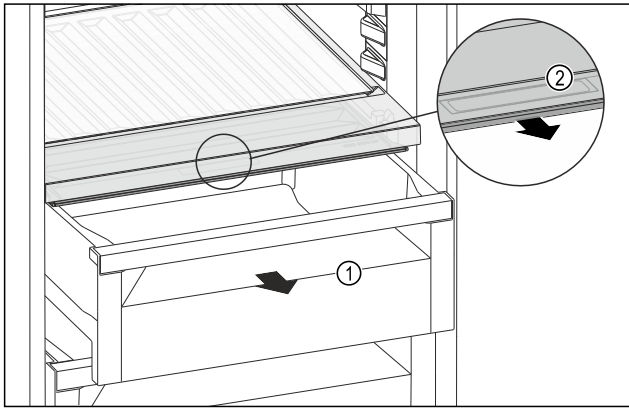

Fig. 127
- ▶ Извлеките выдвижной ящик Fig. 127 (1).
- ▶ Возьмитесь за утопленную ручку Fig. 127 (2) на крышке отделения и одновременно потяните крышку отделения вперед.